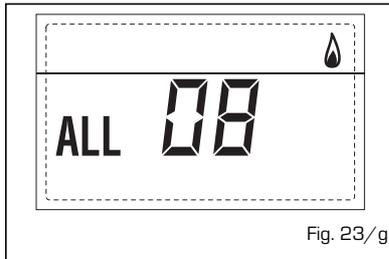

Fig. 23/g
- ANOMALIA CIRCOLAZIONE ACQUA "ALL 09" (fig. 23/h)